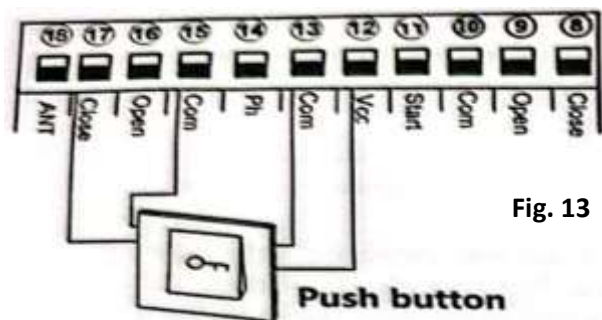

Fig. 13
6.8 Conexión al dispositivo de cierre. (Consulte la Fig. 13)